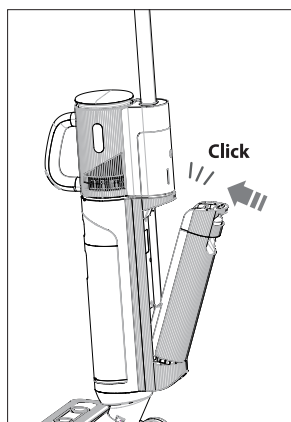

Fig. 8 – Insérer le réservoir d'eau
- ▶ Insérez le réservoir d'eau propre légèrement en biais dans l'évidement au dos de l'appareil et appuyez sur le réservoir d'eau propre jusqu'à ce qu'il s'enclenche de manière audible et soit bien fixé **(voir Fig. 8)**.